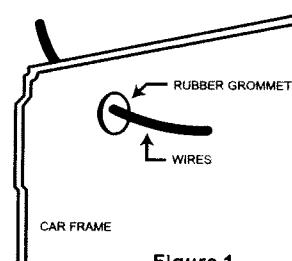

Figure 1
3. Déployez les fils électriques en dessous ou au travers du véhicule jusqu'à la batterie. Si vous devez percer des trous pour faire passer les fils, assurez-vous de protéger ceux-ci au droit des passages à l'aide d'œillets en caoutchouc (non fournis). Voir la figure 1. Assurez-vous que les fils ne pendent pas n'importe où et qu'ils se trouvent à l'écart des parties mobiles ou de tout élément chauffant.